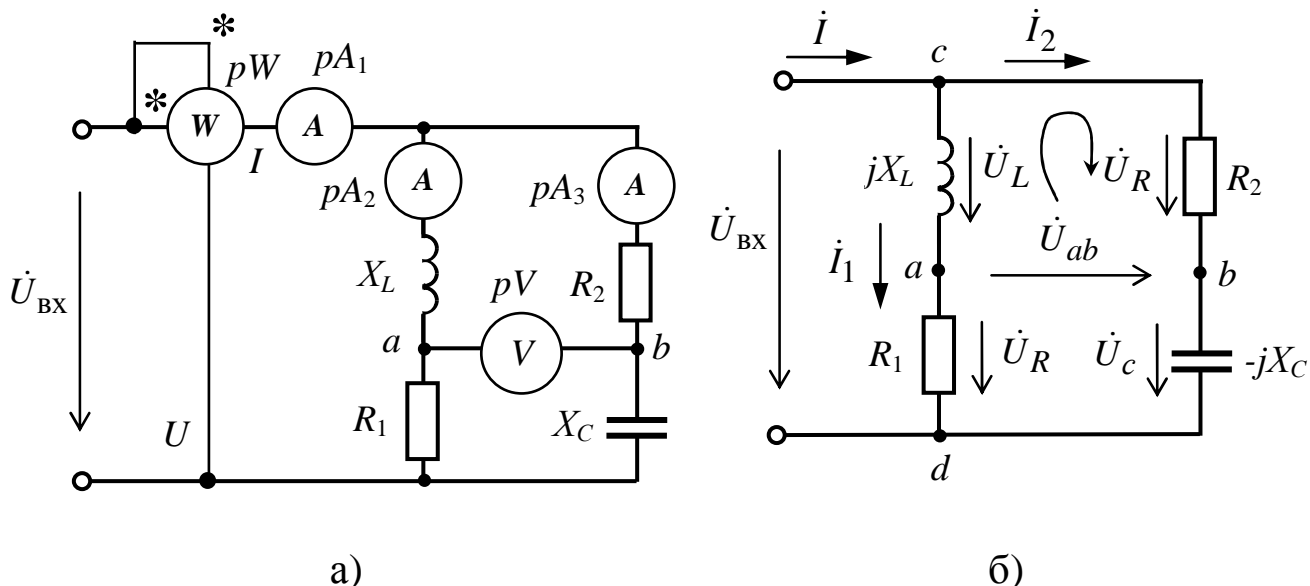

Рис. 2.3
**Задача 2.3.1.** К цепи, изображенной на рис. 2.3, а, приложено напряжение  $U_{\text{вх}}=12$  В. Параметры элементов цепи:  $R_1=10\sqrt{3}$ , Ом;  $R_2=20\sqrt{3}$ , Ом;  $X_L=10$ , Ом;  $X_C=20$ , Ом. Определить показания приборов и построить векторную диаграмму токов и напряжений.
Изобразим схему в виде расчетной схемы замещения, представив сопротивления элементов цепи и входное напряжение  $\dot{U}_{\text{вх}}$  в комплексной форме (рис. 2.3, б). Модули комплексов действующих значений будут являться показаниями приборов.
Для определения показания вольтметра  $pV$  определяется напряжение  $U_{ab}$ , при этом составим уравнение по второму закону Кирхгофа для любого контура в который входит это напряжение (рис. 2.3, б). Например, уравнение по второму закону Кирхгофа в комплексной форме для контура  $acba$  (обход контура по часовой стрелке):
Построение векторной диаграммы токов и напряжений проводится следующим образом. Находятся падения напряжений  $\dot{U}_L, \dot{U}_C, \dot{U}_{R_1}, \dot{U}_{R_2}$  на соответствующих элементах схемы (рис. 2.3, б):